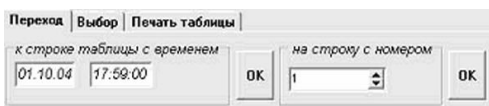

Рис. 19
**Переход** (рис.19) состоит из перехода к строке таблицы по времени и из перехода на строку по номеру.